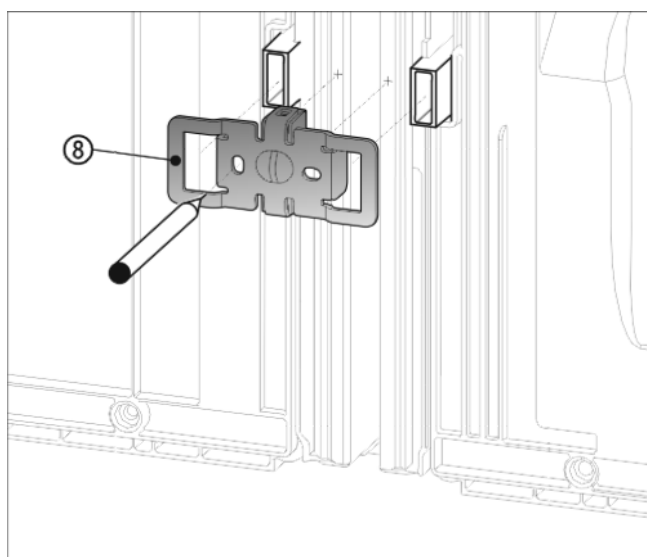

Fig. 10
- Надвинуть угол Fig. 10 (8) выемками через гнездо для пристенных распорок